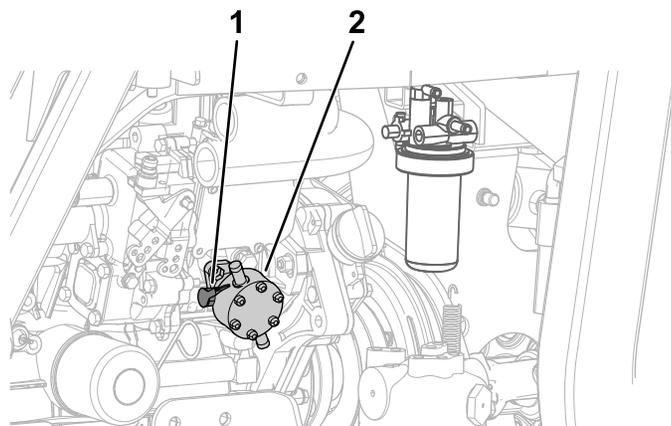

Figura 64
No lado esquerdo do motor, acione a alavanca da bomba de combustível até encher o recipiente do filtro de combustível (Figura 64).
7. Acione a alavanca da bomba de combustível até ver um fluxo consistente de combustível a fluir em torno do parafuso; consulte Figura 64 em Ferração do sistema de combustível \(página 56\).